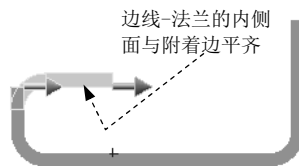

图 10.2.21 材料在外
- ☑ “材料在外”按钮 ：边线-法兰的内侧面与附着边平齐，如图 10.2.21 所示。